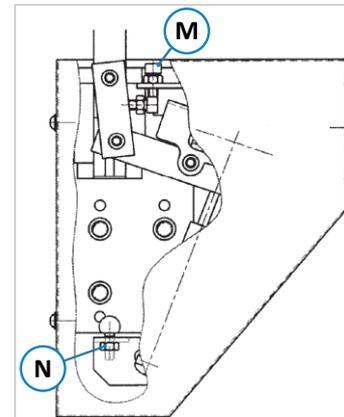

Abbildung 6: Hub und Dämpfung
- Die Hubeinstellung (bis maximal 75 mm) der Brücke zum Tisch erfolgt über die in ⇒ Abbildung 6 gezeigte Schraube (M).